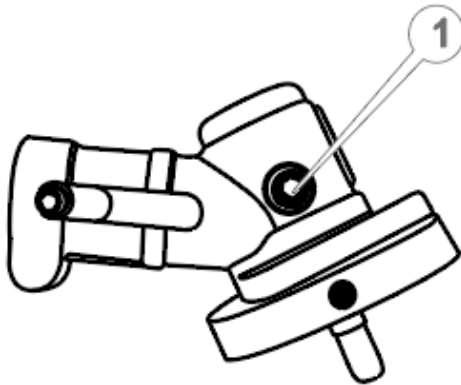

Рисунок 19. Схема змащення кутового редуктора.
1. За допомогою шестигранного ключа 5 мм відкрутити гвинт (1, рис. 19).
5. Надійно закрутити гвинт (1, рис. 19).